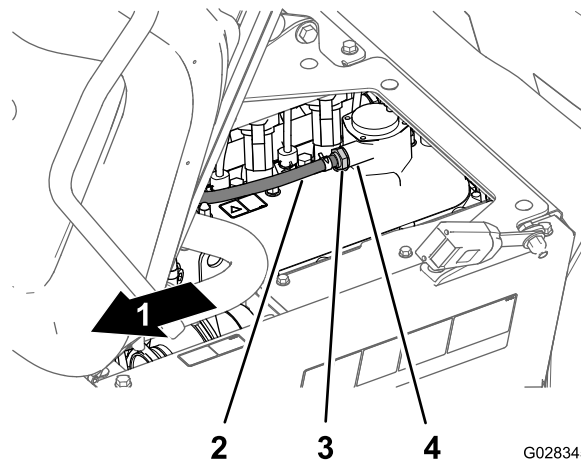

图 81
**注意** 如果阀门的内节流器发出咔嗒声表示 PCV 阀可用如果内节流器在摇动时无法自由发声则应更换 PCV 阀图 81。
4. 插入 PCV 阀直到其在阀盖接头的密封件内完全到位图 81。
2. 从阀盖接头上拆下 PCV 阀图 81。